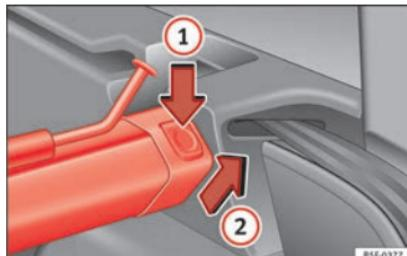

Fig. 172 Dans le coffre à bagages : démonter le filet de séparation.
- Appuyez sur la touche de déverrouillage gauche ou droite »» **fig. 172** dans le sens de la flèche **①**.
- Retirez la structure du support dans le sens de la flèche »» **fig. 172** **②**.
- Appuyez sur la structure sur les supports gauche et droit dans le sens contraire à la flèche »» **fig. 172** **②** jusqu'à ce qu'elle s'enclenche.